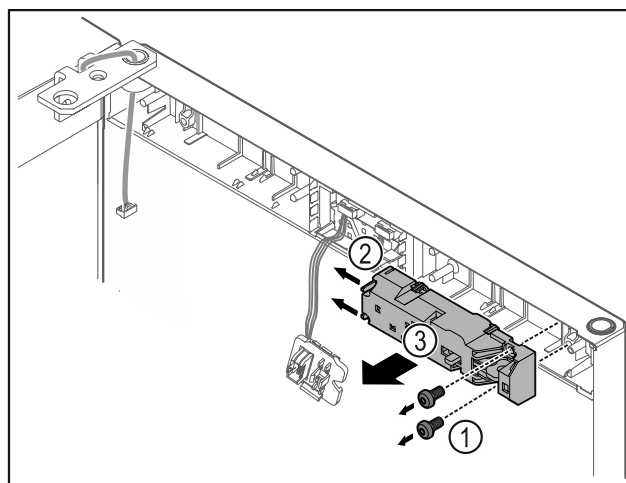

Fig. 18
- ▶ Schroeven Fig. 18 (1) verwijderen.
- ▶ Grendelnokken Fig. 18 (2) opzij drukken en afstandsslot Fig. 18 (3) verwijderen.